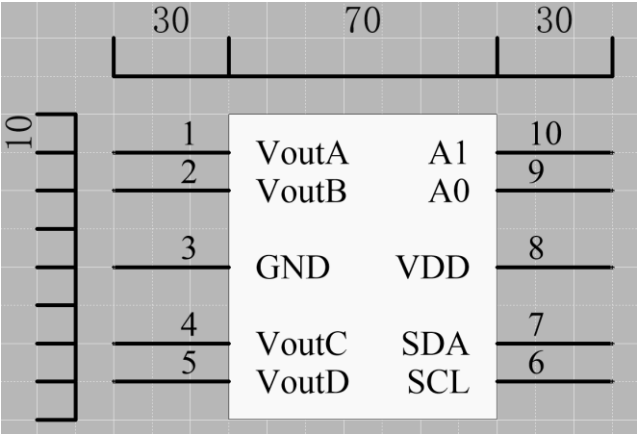

图 1
- 1、在原理图库文件 cdylib.SchLib 中，根据图 1 给出的相应参数（单位为 mil）绘制原理图库元件，要求尺寸和原图保持一致，命名为 DAC5574，并在抄画原理图中调用；